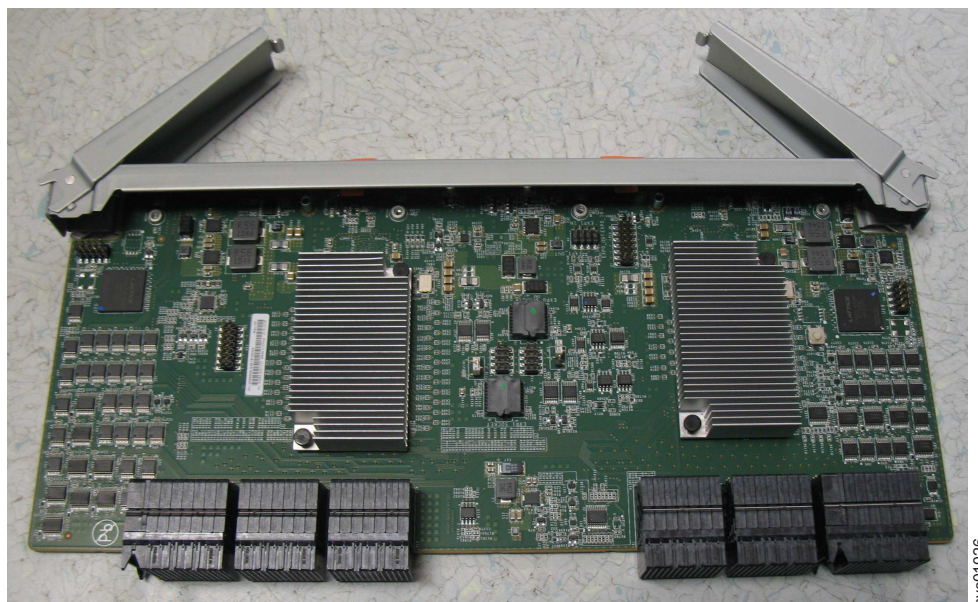

図 99. エンクロージャーから取り外された 2 次拡張機構モジュール
5. 116 ページの図 99 に示すように、2 次拡張機構モジュールを安全な場所に置きます。